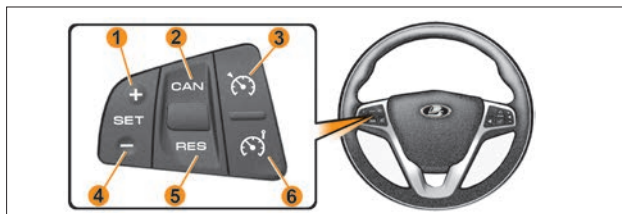

Рис. 1. Блок управления «круиз-контроль» и «ограничитель скорости»
- выключатель «» – включение/выключение круиз-контроля (рис. 1, поз. **3**);
- выключатель «» – включение/выключение ограничителя скорости (рис. 1, поз. **6**);
- выключатель «**SET+** / **SET-**» – установка и увеличение скорости **1** и **4** (рис. 1);